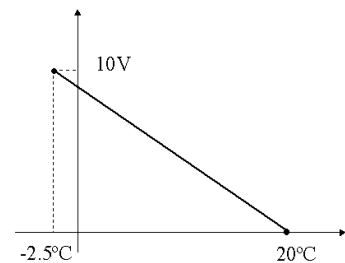

Figura 2 Curva característica
2. Utilizando el INA114 y el transductor del punto anterior, diseñar el circuito de instrumentación capaz de satisfacer la curva de transferencia de la figura 2.